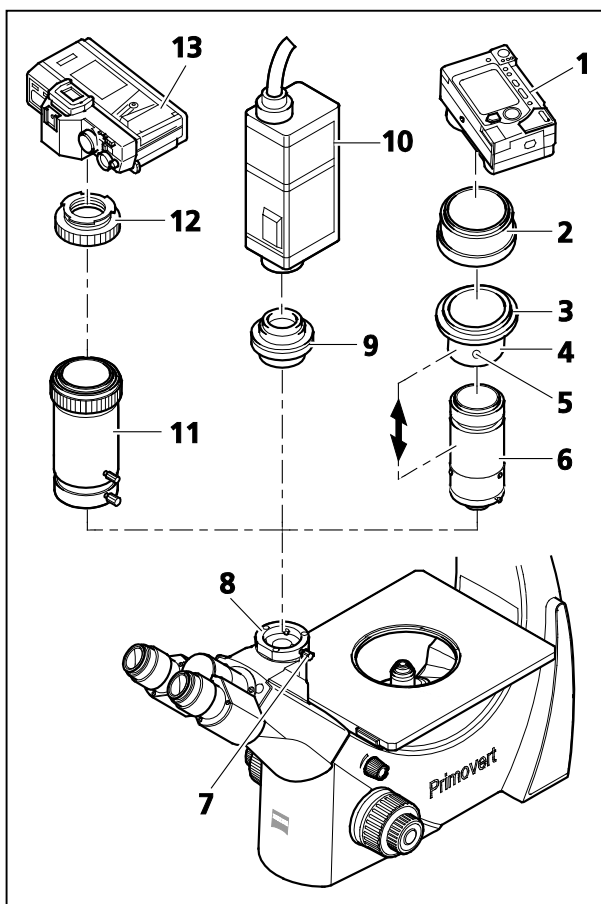

Bild 37 Kamera ansetzen
- Klemmschraube (Bild 37/7) lösen und Staubschutzkappe vom Fotoausgang (Bild 37/8) des binokularen Fototubus abnehmen.
- Schiebefassung (Bild 37/4), Gewindeadapterring M37/52 (Bild 37/3) und Linsenfassung (Bild 37/6) werden vormontiert als Digital Kamera Adapter P95 M37/52x0,75 geliefert. Die nebenstehende Zeichnung zeigt den demontierten Zustand. Ferner lässt sich der Gewindeadapterring M37/52 (Bild 37/3) von der Schiebefassung (Bild 37/4) abschrauben (nicht dargestellt), so dass sich nun auch Kameras mit M37 ansetzen lassen.
- Adapterring (Bild 37/2) (optionales Zubehör zur entsprechenden Kamera) an Kamera (Bild 37/1) anbringen (siehe Bedienungsanleitung der Kamera).
- Die Einheit, bestehend aus Schiebefassung (Bild 37/4), Gewindeadapterring M37/52 (Bild 37/3) und Linsenfassung (Bild 37/6) in den Adapterring (Bild 37/2) einschrauben.
- Kamera mit Adapter bis zum Anschlag in den Fototubus einsetzen. Ausrichten und mit Klemmschraube (Bild 37/7) fixieren.
- Je nach Mikroskopausrüstung oder verwendeter Kamera muss möglicherweise der Abstand Kameraobjektiv – Linsenfassung (Bild 37/6) optimiert werden (siehe Doppelpfeil). Dies ist insbesondere dann der Fall, wenn sich in keiner Zoom-Stellung des Kameraobjektives ein beschnittfreies Bild erzielen lässt. Hierzu an der Kamera folgende Einstellungen vornehmen:
- Gewindestift (Bild 37/5) lösen.
- Kameraobjektiv von Weitwinkel (W) nach Tele (T) durchzoomen.
- Gewindestift (Bild 37/5) wieder festziehen.
Kameras mit Gewinde C-Mount werden mit Hilfe der Kamera-Adapter P95-C 2/3" 0,65x oder P95-C 1/2" 0,5x (Bild 37/9) an den Fototubus des Mikroskops angeschlossen.
- Videokamera (Bild 37/10) oder Spiegelreflexkamera (Bild 37/13) (mit dem zur Kamera passenden T2-Adapter (Bild 37/12)) zusammen mit dem passenden Kamera-Adapter (Bild 37/9 oder 11) bis zum Anschlag in den Fototubus einsetzen, ausrichten und mit Klemmschraube (Bild 37/7) fixieren.